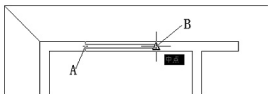

图 2.83 用【多线】命令绘制左上角的窗
- (4) 将视图调整至图2.83所示的状态。
(1) 在指定起点或[对正(J)/比例(S)/样式(ST)]: 提示下, 输入“S”后按 Enter 键。
(2) 在输入多线比例<240.00>: 提示下, 输入“1”后按 Enter 键。
(3) 在指定起点或[对正(J)/比例(S)/样式(ST)]: 提示下, 捕捉 A 点。
(4) 在指定下一点或[闭合(C)/放弃(U)]: 提示下, 捕捉 B 点。A、B 点分别为窗洞口左右厚度为 240mm 的墙的中点, 如图 2.83 所示。
(5) 按 Enter 键结束命令, 这样就会绘制出了 1 窗。